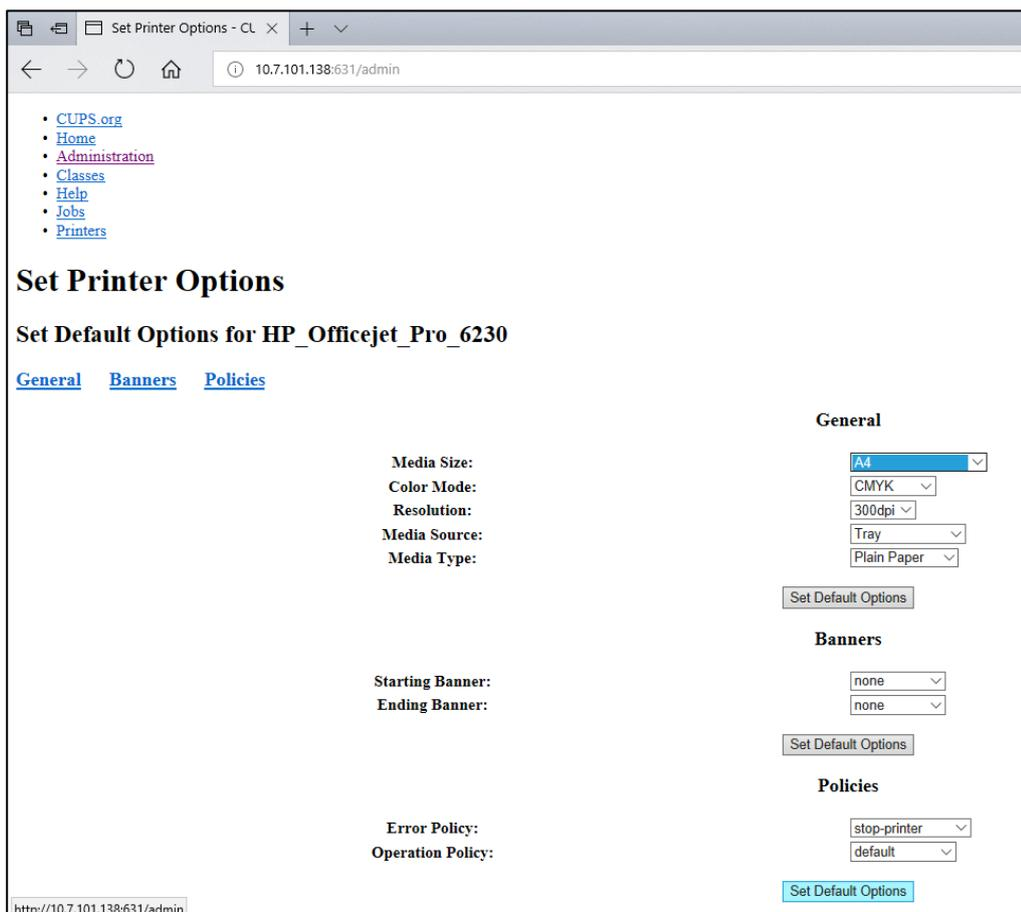

Figure 103. Sélection de la bonne Media Size (Taille de média).
7. Sélectionnez la bonne Media Size (Taille de média, comme « A4 ») car certaines imprimantes n'impriment pas si le format de papier est incorrect. Enregistrez ensuite votre sélection en appuyant sur Set Default Options (Définir les options par défaut) (figure 103).